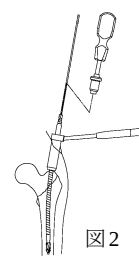

図2
- グリップハンドルをフレキシブルリーマー後端に接続し、スキンプロテクターを介して髄腔をリーミングします。（図2）